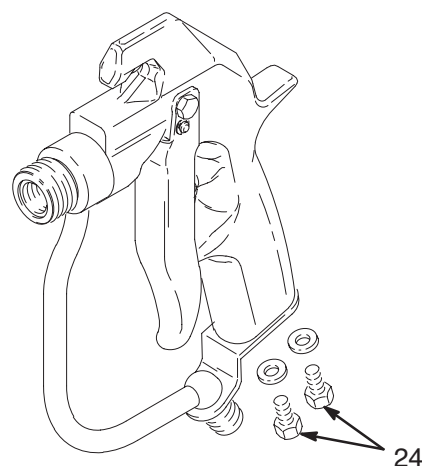

Рис. 19 04733
7. Вкрутите винты (24). См. Рис. 19.